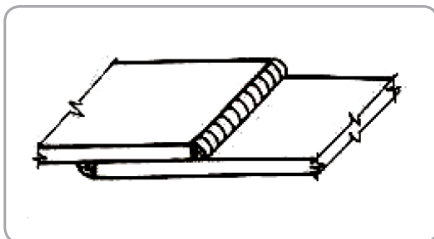

Fig.13
- Îmbinări sudate prin suprapunere. Fig. 13